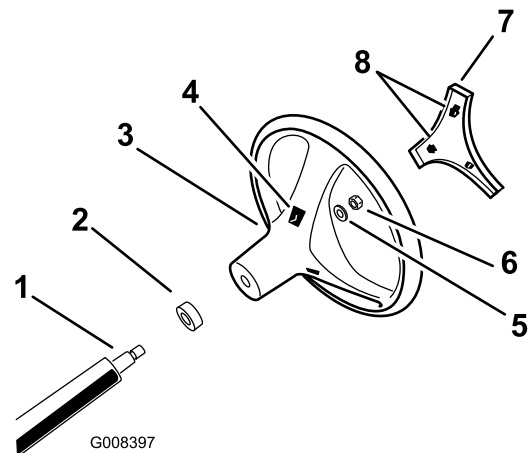

Figura 3
4. Fixați volanul cu contrapiulia, strângând-o la un cuplu de 24 - 29 N m, aa cum este indicat în Figura 3.
5. Aliniați proeminențele capacului cu fantele de pe volan și fixați capacul pe butucul volanului (Figura 3).